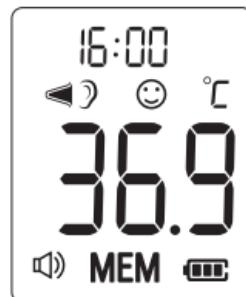

Figure 12
2. Le thermomètre mémorise automatiquement les 30 derniers relevés de température. Chaque enregistrement mémorise également la date/heure de la mesure ainsi que l'icône du mode. Chaque fois que vous appuyez sur le Bouton , l'écran affiche les relevés précédents numérotés de 1 à 30. Le chiffre 1 correspond au relevé le plus récent, tandis que le chiffre 30 indique le relevé le plus ancien stocké en mémoire (voir Figure 12)